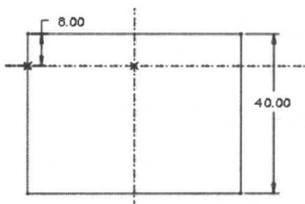

图 1-18
⑤ 在〔选项〕面板中选择“可变剖面”选项。
- ⑥ 单击  按钮，系统进入草绘状态。
- ⑦ 绘制如图 1-18 所示的矩形剖面。